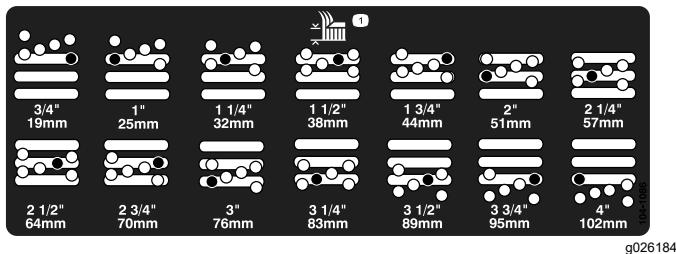

Bild 18
5. Stellen Sie die Kammer auf die gewünschte Schnitthöhe ein und setzen Sie das Distanzstück im gewünschten Schnitthöhenloch und -schlitz ein (**Bild 18**).